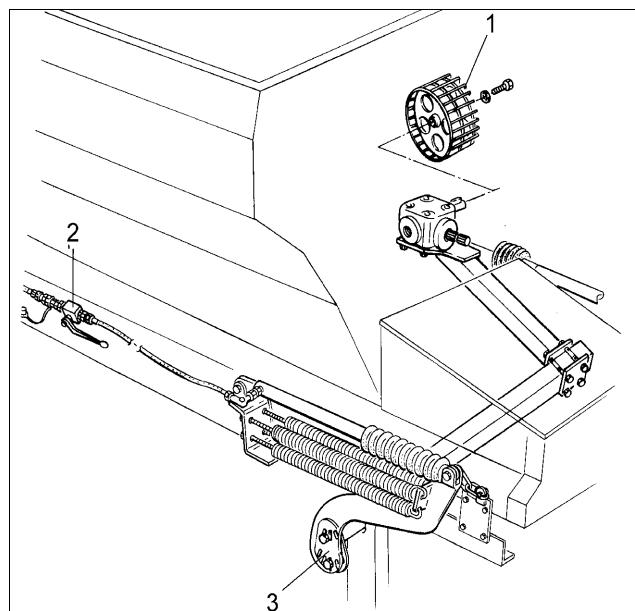

Рис. 74
2. Гидравлическое соединение (Рис. 74/2) подсоедините к клапану управления простого действия трактора.